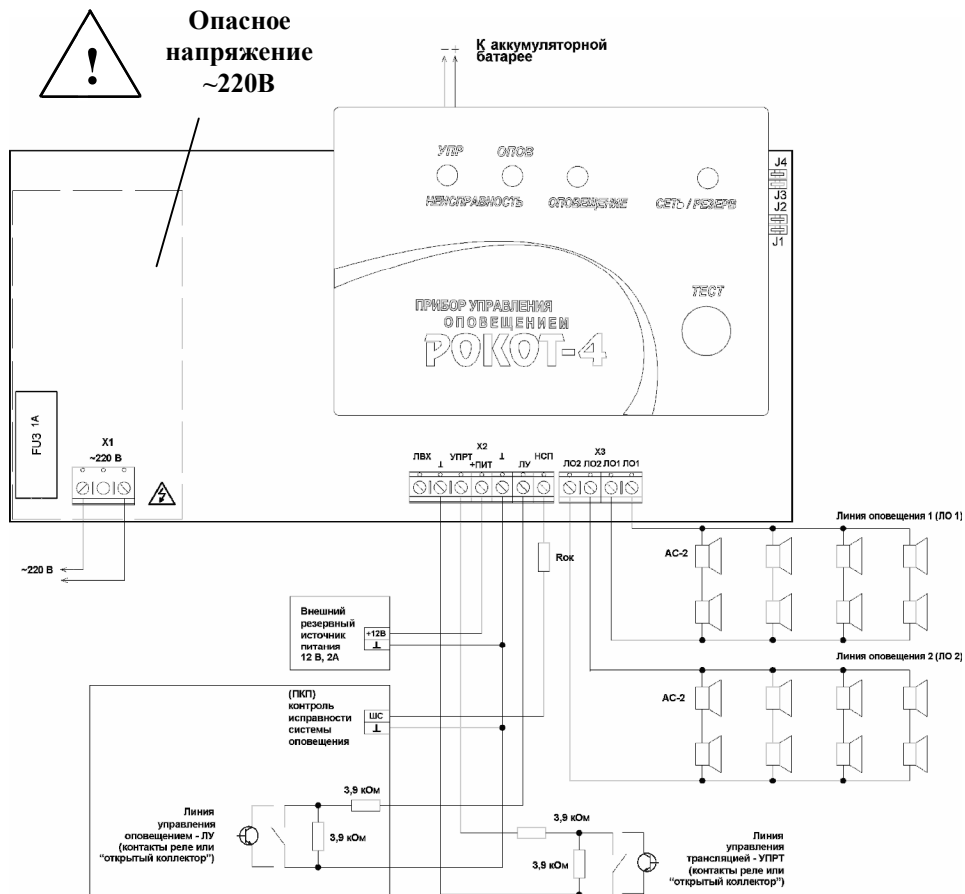
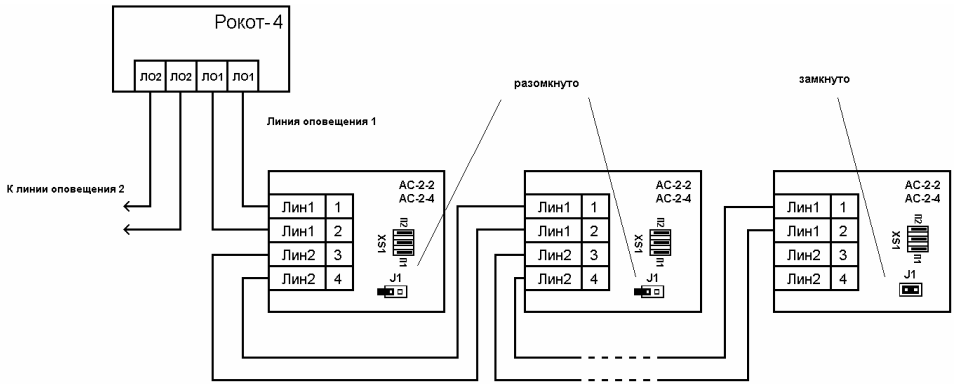

Рис. 1 Схема подключения прибора «Рокот-4» («АС-2-1» и «АС-2-3»)
Рис. 3 Подключение акустических систем «АС-2-2» и «АС-2-4»
| Уровень звукового давления на расстоянии 1 м от «АС-2-1» («АС-2-3»), подключенной в соответствии с рис.1, не менее | 89 дБ |
| Уровень звукового давления на расстоянии 1 м от «АС-2-2» («АС-2-4»), подключенной в соответствии с рис.3, не менее | 86 дБ |
К каждой ЛО может быть подключено от одной до четырех пар «АС-2-1» («АС-2-3») или до восьми «АС-2-2» («АС-2-4»). Схема подключения к прибору АС приведена на рис. 1 и рис. 3 раздела 10, электрическая схема «АС-2-1» приведена на рисунке 2.
Переключки, позволяющие выбрать тактики использования линий управления и оповещения, установлены на печатной плате прибора (см. рис. 1) и доступны после вскрытия его корпуса.
- К клеммам «220В» платы прибора подсоедините кабель сетевого питания (см. рис.1).